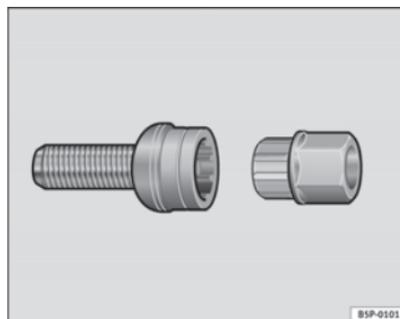

Fig. 174 Viti antifurto
- Innestare l'adattatore nella vite antifurto, spingendolo fino in fondo ⇒ fig. 174.